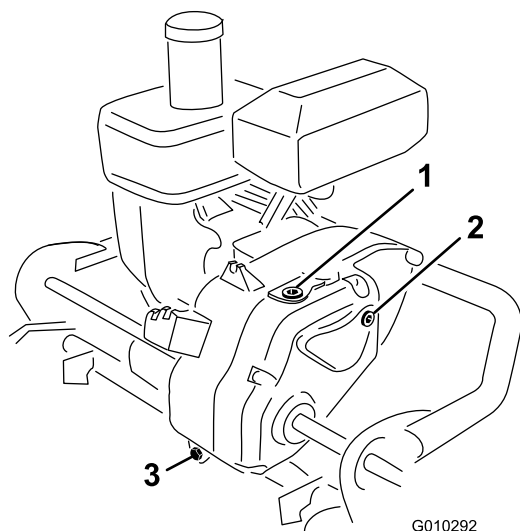

Figura 28
2. Togliete il tappo di controllo dal lato destro della trasmissione (Figura 28). L'olio deve raggiungere la base del foro. In caso contrario, rimuovete il tappo di riempimento dalla parte superiore della trasmissione e aggiungete abbastanza olio adatto prima che il livello raggiunga la base del foro di controllo.
2. Togliete il tappo di spurgo dal retro della trasmissione (Figura 28).
3. Premete la stegola e inclinate indietro la macchina. Rimuovete i tappi di riempimento e controllo dalla trasmissione (Figura 28).